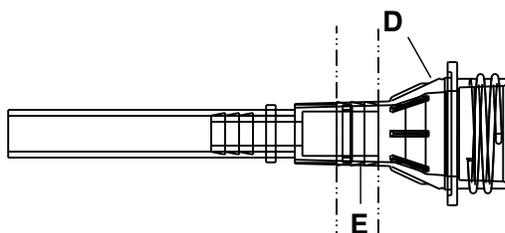

Figure 7 – Installer le collier de serrage sur le corps de clapet
12. À l'aide d'un pistolet de serrage pour colliers, centrer le collier de serrage fourni (E) autour du corps de clapet (D) et du raccord réducteur (Figure 7).
14. À l'aide d'un pistolet de serrage pour colliers, centrer le collier de serrage fourni (E) autour du corps de clapet (D) et du raccord réducteur (Figure 7).